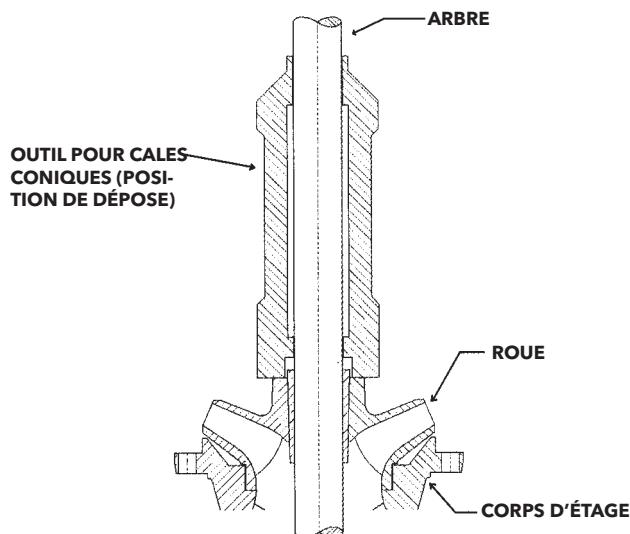

Figure 3 — Dégagement d'une roue
- b) Enfiler, dans sa position de dépose, l'outil pour cales coniques (*v. fig. 3*) ou un outil équivalent sur l'arbre, puis tirer l'arbre le plus loin possible (vers l'extérieur) et frapper le moyeu de roue (vers l'intérieur) avec l'outil afin de dégager la cale conique et de libérer la roue.